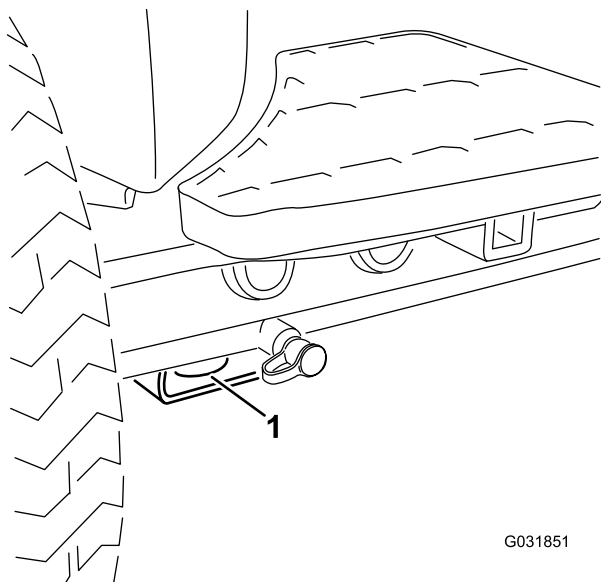
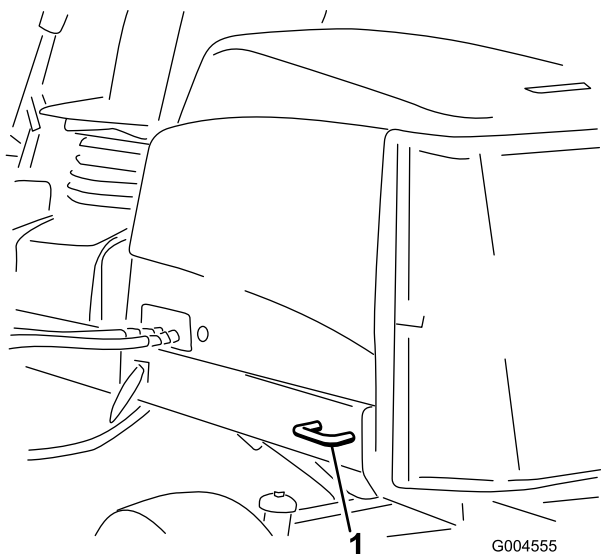

Рисунок 38
Рисунок 39
5. Для надежного крепления машины к прицепу или грузовику с помощью стропов, цепей, тросов или канатов используйте установленные на машине металлические крепежные проушины (Рисунок 38 и Рисунок 39).
- В передней части используйте отверстие в прямоугольной подкладке под трубой моста внутри каждого переднего колеса (Рисунок 38)
- В задней части используйте каждую сторону машины на задней раме (Рисунок 39)